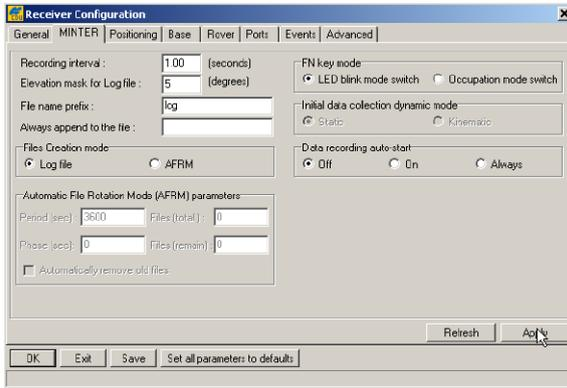

Figura 3-10. Configuración del receptor. Pestaña MINTER
4. Haga clic en **Configuration ► Receiver** y a continuación en la pestaña **MINTER**; ajuste los siguientes parámetros y haga clic en **Apply** (Figura 3-10 en la página 3-11). En las páginas siguientes podrá consultar la descripción de estos parámetros.